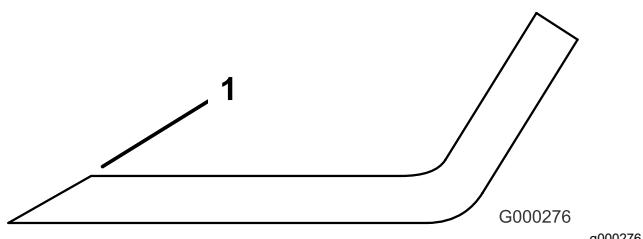

Figura 73
- Utilice una lima para afilar el filo de corte en ambos extremos de la cuchilla (Figura 73).
Nota: Si la cuchilla no está equilibrada, rebaje algo el metal en la parte de la vela solamente con una lima (Figura 73).